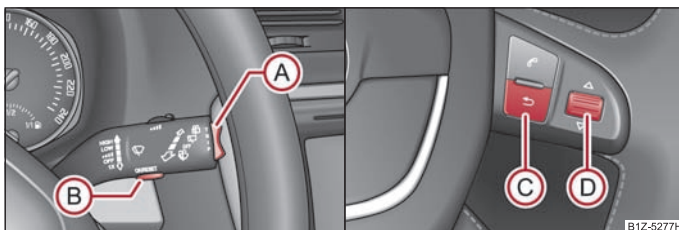

Fig. 20 Display-ul cu informații: Elementele de comandă de la maneta de acționare a ștergătoarelor / elementele de comandă de pe volanul multifuncțional
- **MAIN MENU (MENIUL PRINCIPAL)** se activează prin apăsarea tastei basculante **A** ⇒ fig. 20 mai mult de 1 secundă.
- **MAIN MENU (MENIUL PRINCIPAL)** se activează prin apăsarea tastei **C** ⇒ fig. 20 mai mult de 1 secundă.